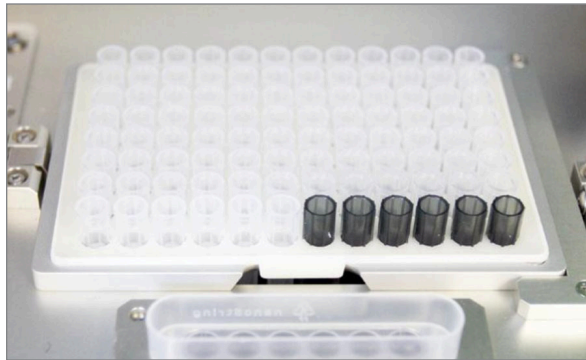

FIGURA 5.14: corretto posizionamento del rack contenente i puntali delle pipette e i perforatori delle protezioni di alluminio
- c. Riposizionare il supporto per i puntali metallici caricato sul piano della stazione di preparazione con i perforatori delle protezioni di alluminio vicini al lato anteriore del piano (FIGURA 5.14).